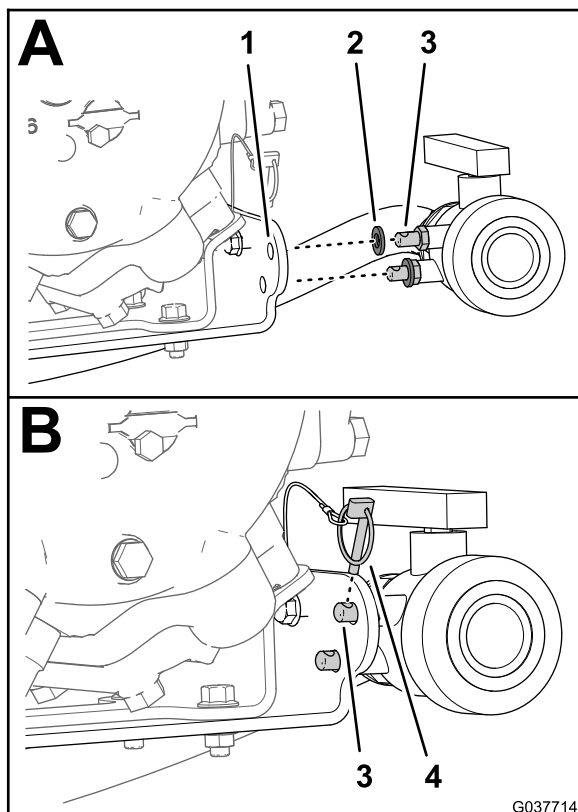

Рисунок 82
2. Убедитесь, что две резиновые шайбы установлены на два монтажных штифта сливного крана (Рисунок 82).
3. Вставьте два монтажных штифта в два отверстия диаметром 11 мм (7/16 дюйма) в кронштейне насоса опрыскивателя (Рисунок 82).
4. Закрепите сливной кран на кронштейне насоса с помощью шплинта (Рисунок 82).